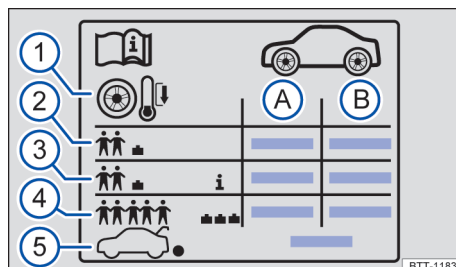

Fig. 192 Etiqueta con las presiones de los neumáticos
Indicaciones en el adhesivo de la presión de los neumáticos → fig. 192:
- Adecuar la presión de los neumáticos según la carga del vehículo → fig. 192 .